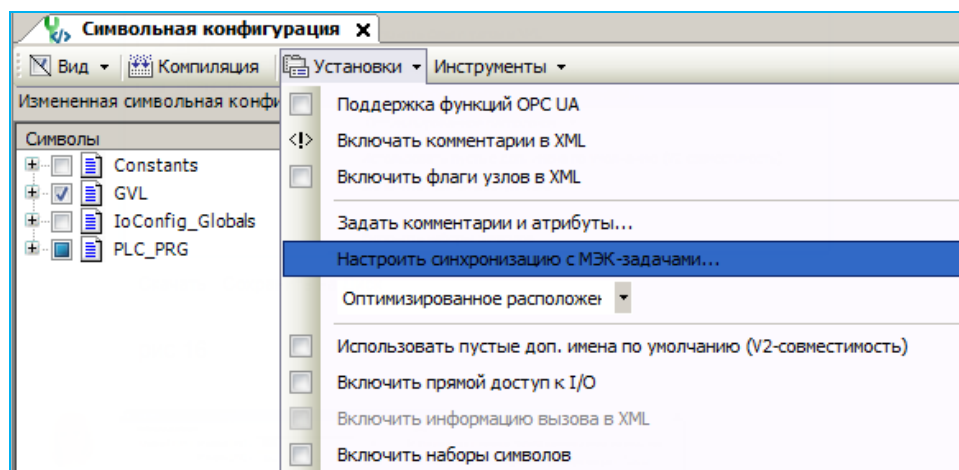

Рисунок 16 - Настройка синхронизации
2. Для приложений, включающих объект символьной конфигурации, поддержку синхронизации можно, дополнительно к первому способу, включить через свойства самой символьной конфигурации. Для этого после двойного клика на объекте символьной конфигурации в открывшейся вкладке нужно выбрать в меню **Установки** ⇒ **Настроить синхронизацию с МЭК-задачами...** (Рисунок 16).